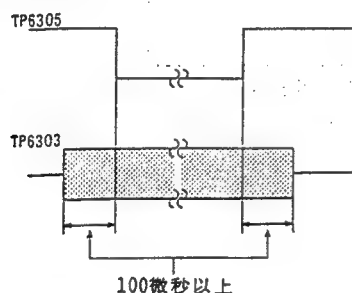

图2-31
4. 检查TP6303 (信号) 和TP6306 (接地) 的包络线是否如图2-31所示, 满足较音频磁头开关脉冲两边缘大100 微秒之规定要求。如果要求不能达至满足, 则需重新进行“磁头转换点的调整”(见“伺服电路的调整) 以及走带状况之检测。